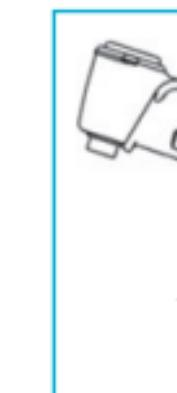

Fig. 8
- Dévissez la vis sur la tête à l'aide d'une clé hexagonale. (Figure 8)